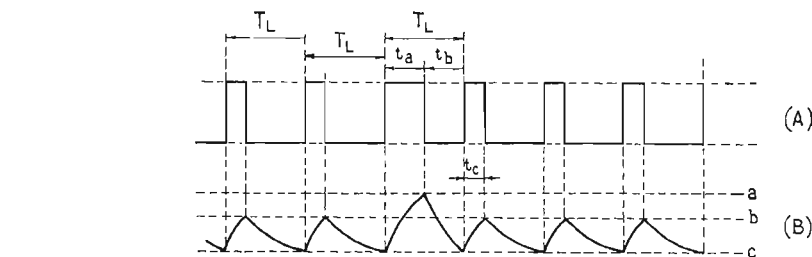

FIG. 11
La figure 11 montre l'action d'un circuit intégrateur sur des signaux synchro lignes et image. La tension d'entrée représentée en (A) comporte les impulsions de lignes et celle d'image : une positive de durée t_a et l'autre négative de durée t_b , $t_a + t_b$ étant égal à T_L d'une durée d'une impulsion de ligne.
La tension de sortie est représentée en (B) figure 11.
La valeur de la constante de temps RC du circuit intégrateur est de l'ordre de T_L , T_L étant la durée d'une ligne, c'est-à-dire $50 \mu s$ environ. La tension de la figure 11 B, telle qu'elle est, permet la synchronisation de la plupart des oscillateurs adoptés dans les bases de temps à transistors, mais il est préférable de supprimer de cette tension toutes les autres pointes qui pourraient, avec un réglage défectueux de l'oscillateur, déclencher elles aussi le retour d'image.